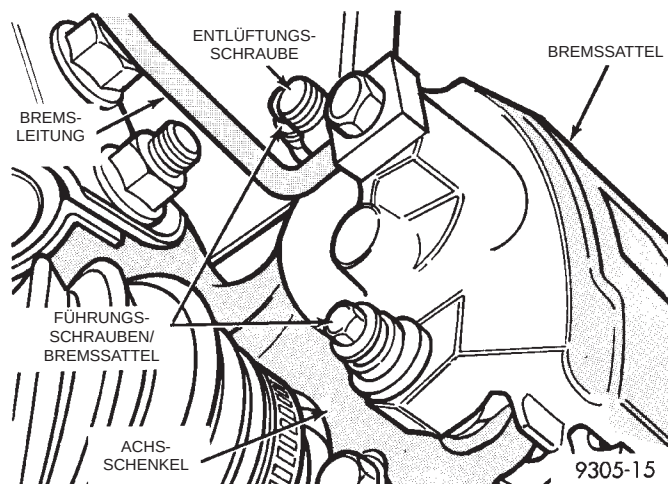

Abb. 12 Befestigung des Bremssattels
(6) Die beiden Führungsschrauben, mit denen der Bremssattel am Achsschenkel befestigt ist, ausbauen (Abb. 12).
(4) Brems Scheibe anbauen. Den Bremssattel auf den Achsschenkel montieren. Die beiden Führungsschrauben des Bremssattels eindrehen und mit einem Anzugsmoment von 19 N·m (192 in. lbs.) festziehen (Abb. 12).